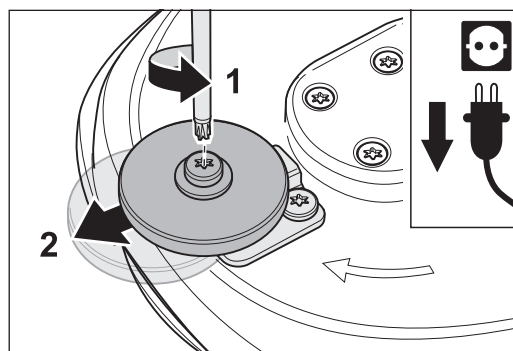

Abb. 71 Die Schraube lösen (1) und die Wandschutzrolle verschieben (2).
- 2 Lösen Sie mit dem Universalschlüssel die Schraube in der Mitte der Wandschutzrolle (Abb. 71, 1) und schieben Sie die Wandschutzrolle in die vordere Position (Abb. 71, 2).
- 2 Entfernen Sie mit dem Universalschlüssel die Schraube in der Mitte der Wandschutzrolle (Abb. 71, 1).